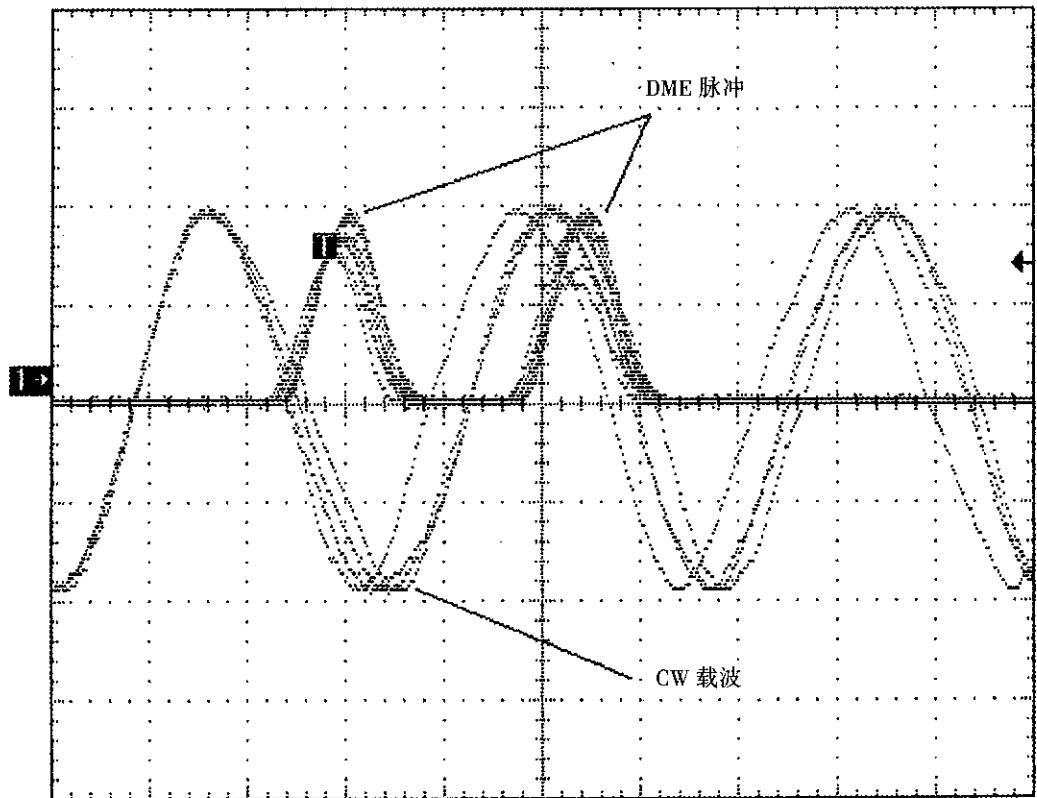

图 18
6.2.17.6 将“CW/NORM/OFF”置于“NORM”，调节示波器，观察载波的脉冲电平与DME的脉冲电平之间误差小于2%，参见图18。按公式(2)计算，将结果填入附录C表C25中。